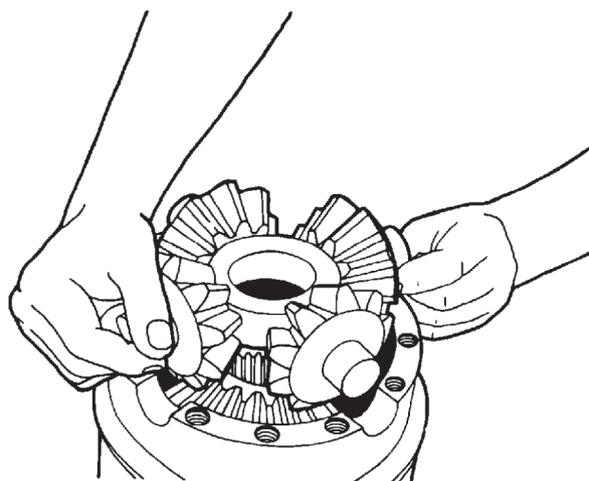

Figura 68
- G. Coloque os satélites, suas arruelas de encosto e a cruzeta (Figura 68);